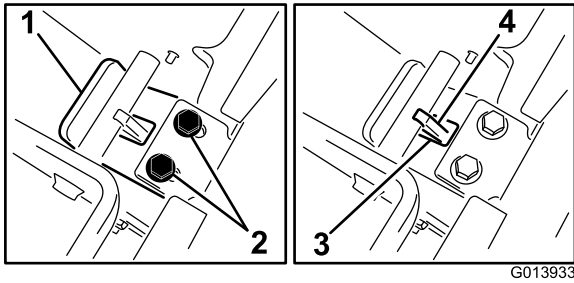

Figura 15
2. Manteniendo la presión sobre la chapa trasera, deslice la lengüeta hacia usted hasta que el borde de la chapa de la lengüeta entre en contacto con el travesaño (Figura 15).